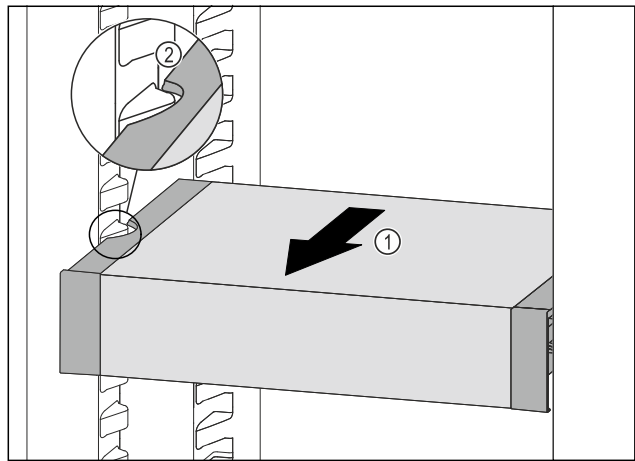

Fig. 80
- ▶ Изтеглете VarioSafe напред Fig. 80 (1), докато страничните прорези на VarioSafe се намират на височината на реброто на съда в хладилната част. Fig. 80 (2)